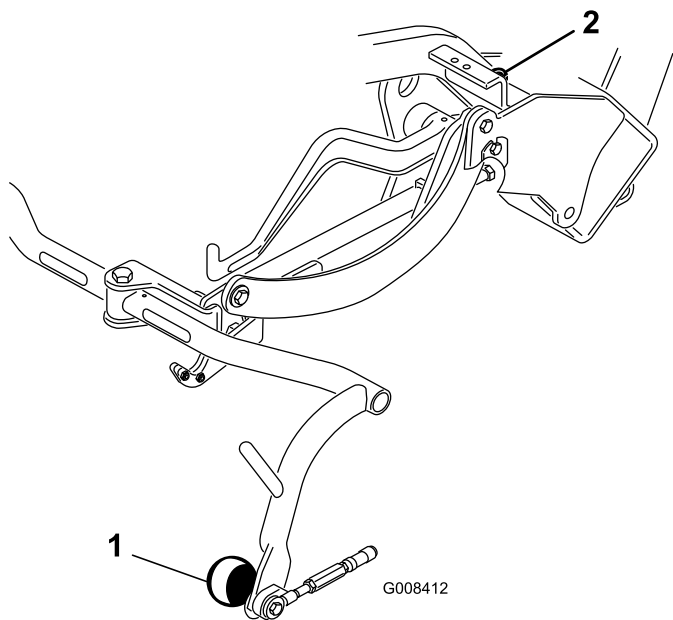

図 9
3. 調整が必要な場合には、キャリア・フレームのストップねじ (図 9) についているジャムナットをゆるめ、ストップねじの高さを変えてキャリア・フレームの高さを調整する。調整ができればジャムナットを締めて調整を固定する。